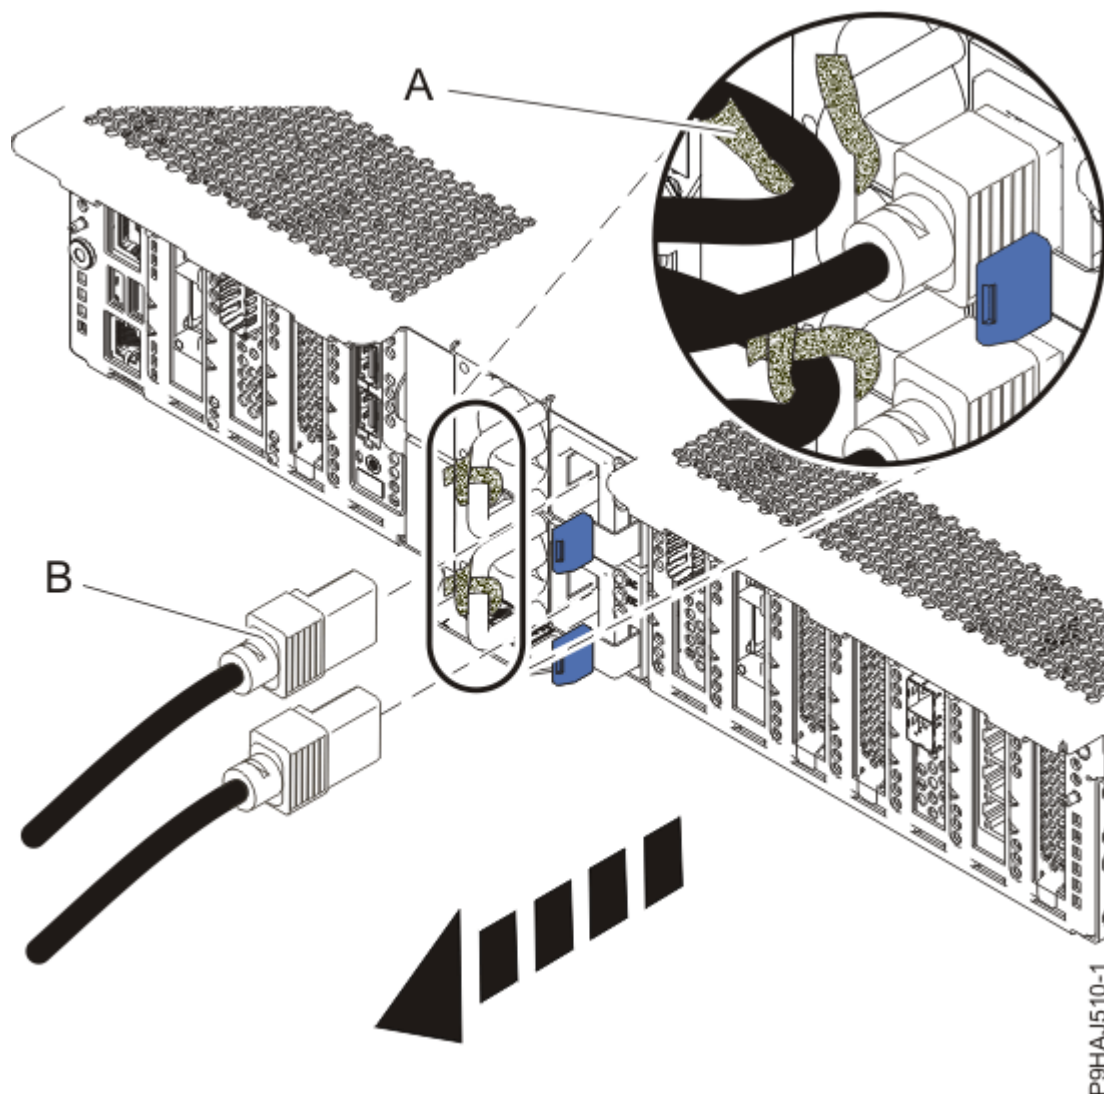

Rysunek 2. Kontrolki wentylatorów
- Każdy wentylator ma zieloną kontrolkę **(A)** oraz bursztynową kontrolkę **(B)**, co przedstawiono na rysunku (Rysunek 2 na stronie 3). Zielona kontrolka świeci ciągłym światłem w przypadku wszystkich wentylatorów, natomiast bursztynowa kontrolka sygnalizuje awarię wentylatora.